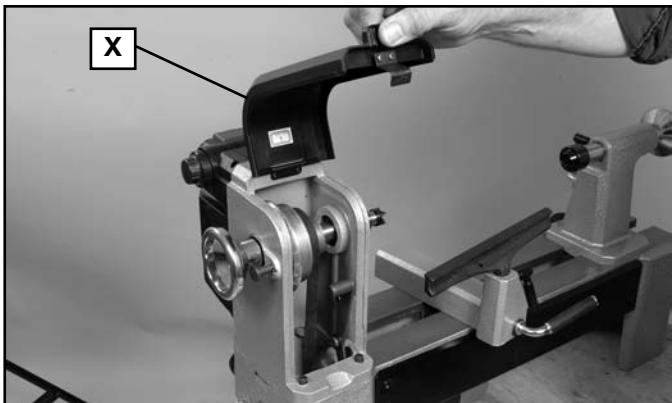
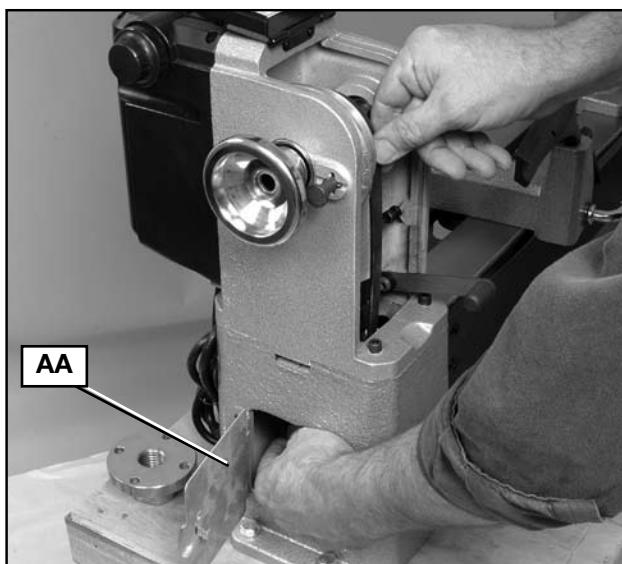

Fig. 14
Fig. 16
1. Soulever le couvercle (X) du logement des poulies, fig. 14.
3. Ouvrir le panneau inférieur latéral (AA), fig. 16, et déplacer la courroie sur le palier de la poulie voulue en fonction du régime recherché voir le tableau apposé sur la face interne du couvercle (X), fig. 14.
5. Refermer solidement le panneau inférieur latéral (AA), fig. 16, et le couvercle du logement des poulies (X), fig. 14.
1. Ouvrir le couvercle du logement des poulies (X), fig. 14, et le panneau latéral (AA), fig. 16.
5. Fermer solidement le panneau inférieur latéral (AA), fig. 16, et le couvercle du logement des poulies (X), fig. 14.